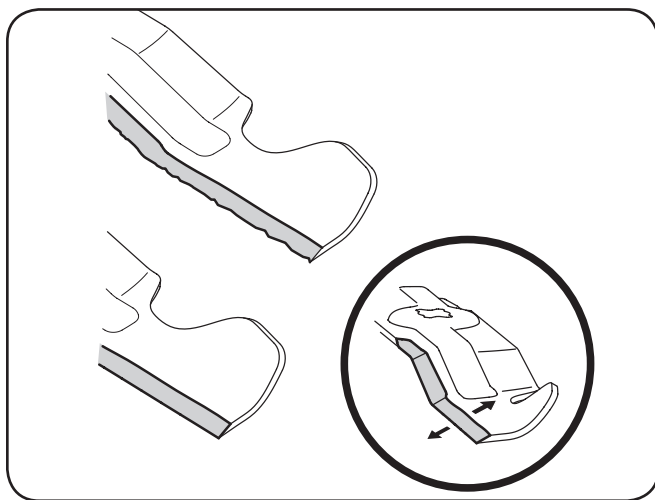

Figura 7-8
4. Para afinar correctamente las cuchillas de corte, eliminar la misma cantidad de metal de ambos extremos de las palas a lo largo de los bordes cortantes, paralelo al borde de salida, en un 25°-30°. Siempre moler cada filo de la cuchilla de corte igualmente a mantener el equilibrio de la cuchilla adecuada. Ver Figura 7-8.